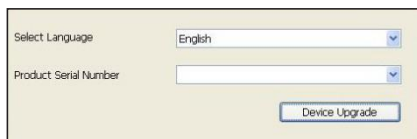

Figura 7-1.
3. Se le pedirá que escriba el número de serie (ubicado en la parte posterior de la herramienta) (Figura 7-1)